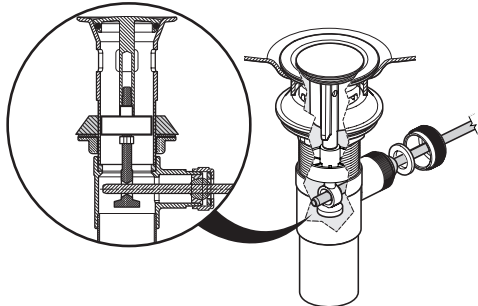

Fig. 10.1
- Raccorder le **drain** à la **tige de levage** du robinet. La **tige horizontale** passe à travers l'**anneau du boulon incrochetable** et retient le **bouchon** dans le drain (fig. 10.1).
- Connect the **drain** to the **lengthened lift rod**. The **horizontal rod** passes through the **burglarproof bolt loop** and the **stopper** is locked in the drain (fig. 10.1).